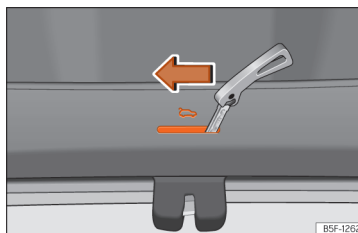

Abb. 83 Ausschnitt Gepäckraum:
- Führen Sie den Schlüsselbart in den Schlitz ein und drehen Sie den Schlüssel in Pfeilrichtung, bis sich das Schloss öffnet >>> **[Abb. 83]**, >>> **[Abb. 84]**.